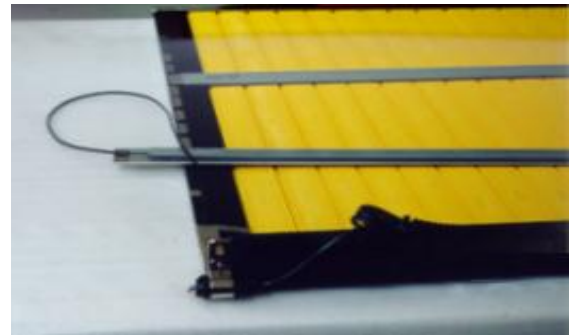

Figure 14 - Maintenance / Nettoyage du contact II
- Retourner le système de contact (Figure 14 / page 12).